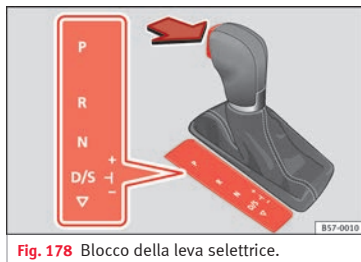

Fig. 178 Blocco della leva selettoria.
- Premere il pedale del freno e allo stesso tempo mantenere premuto il tasto di blocco nel senso indicato dalla freccia» **fig. 178.**